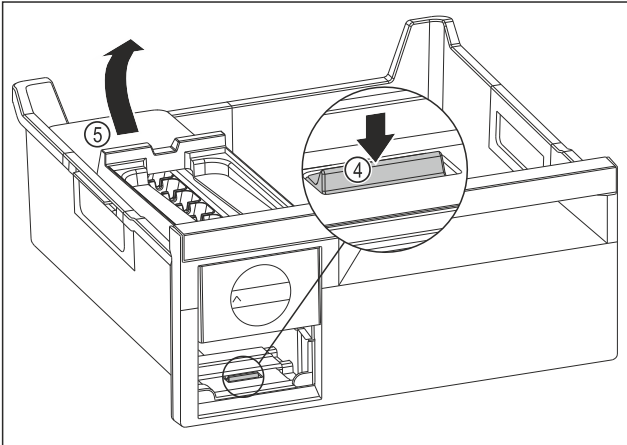

Fig. 112
- ▶ Vegye ki az EasyTwist-Ice egység testét: Nyomja le a fület Fig. 112 (4) az ujjával, és ezzel egyszerre emelje meg a másik kezével hátulról az EasyTwist-Ice egység testét Fig. 112 (5).